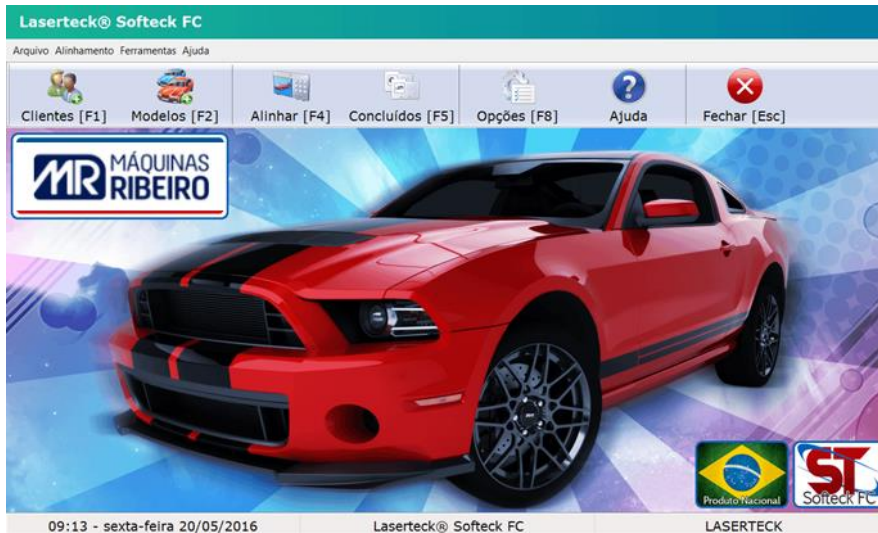

Figura 1 - Tela inicial
- Na tela inicial do Softeck FC clique em Opções [F8] Figura 1.